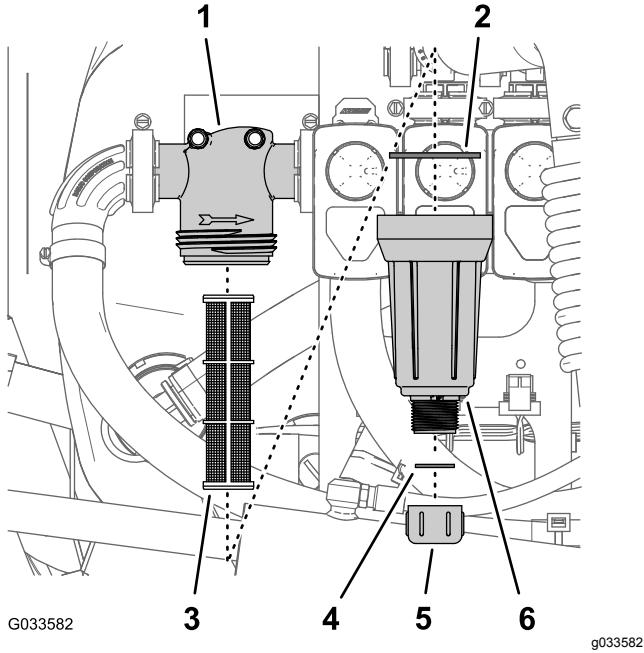

Figura 92
2. Allineate una bacinella di spurgo sotto il filtro della pressione (Figura 92).
3. Ruotate il tappo di spurgo in senso antiorario e rimuovetelo dal pozzetto del filtro della pressione (Figura 92).
4. Ruotate il pozzetto in senso antiorario e rimuovete la testa del filtro (Figura 92).
5. Togliete il vecchio elemento del filtro della pressione (Figura 92).
6. Controllate la guarnizione del tappo di spurgo (situato all'interno del pozzetto) e la guarnizione del pozzetto (situato all'interno della testa del filtro) per escludere danni e usura (Figura 92).
7. Montate il nuovo elemento del filtro della pressione sulla testa del filtro (Figura 92).
8. Montate il pozzetto sulla testa del filtro e serrate manualmente (Figura 92).
9. Montate il tappo di spurgo sul raccordo nella parte inferiore del pozzetto e serrate il tappo manualmente (Figura 92).